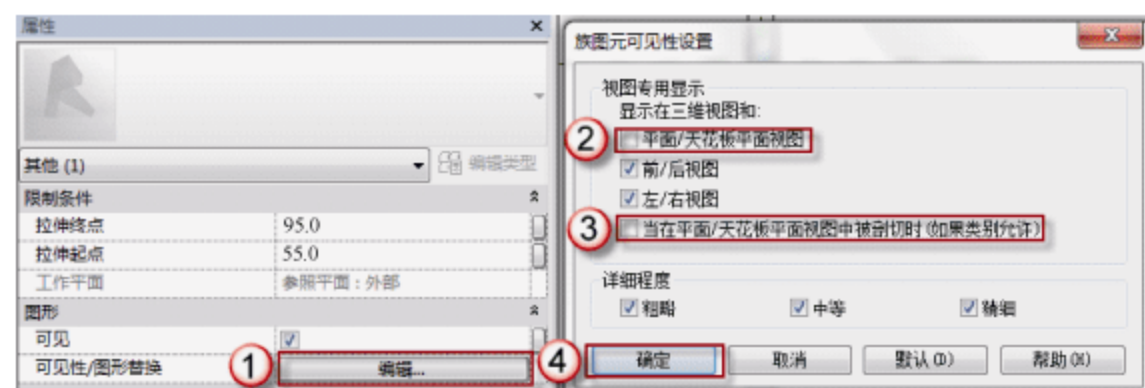

图 7.1.23 修改 C2925 转角窗户窗框的可见性
(21) 修改 C2925 门窗框的可见性。在 C2925 门窗框的“属性”面板中,单击“图形”栏“可见性/图形替换”后的“编辑”按钮,弹出“族图元可见性设置”对话框,取消“平面/天花板平面视图”和“当在平面/天花板平面视图被剖切时(如果类别允许)”复选框的选择,单击“确定”按钮,如图 7.1.23 所示。